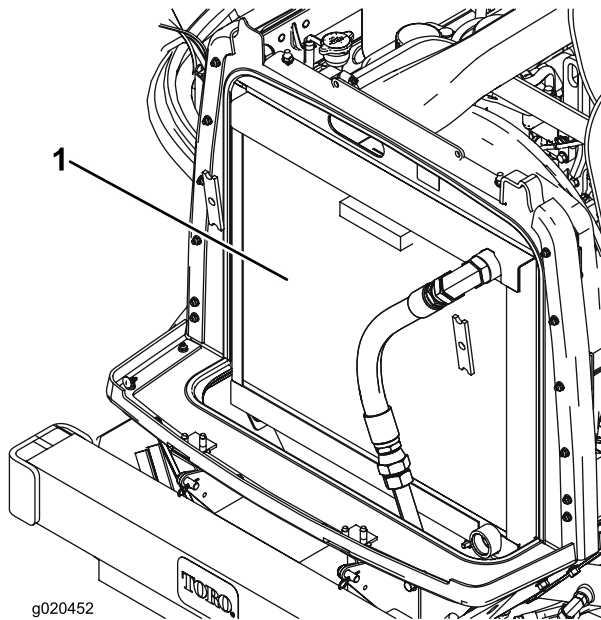

Figura 69
3. Limpie a fondo ambos lados de la zona del radiador/enfriador de aceite con aire comprimido (Figura 69).